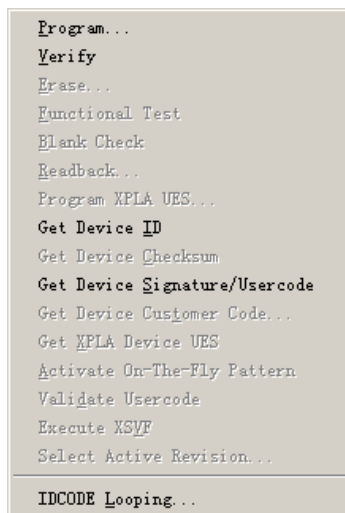

图7-10 【Operations】菜单
- 操作 (Operations) 菜单在 iMPACT 的不同模式下有不同的命令，在配置模式下，【Operations】菜单包含了下载配置文件 (Program)、验证 (Verify)、擦除 (Erase)、功能测试 (Functional Test)、空白检查 (Blank Check)、回读 (Readback)、下载用户电子签名 (Program XPLA UES)、读取器件识别码 (Get Device ID)、计算校验和 (Get Device Checksum)、读取签名和用户码 (Get Device Signature/Usercode)、读取用户电子签名 (Get XPLA device UES)、激活 On-The-Fly 模式 (Activate On-The-Fly pattern)、验证用户码 (Validate Usercode)、循环读取器件识别码 (IDCODE Looping) 等命令，如图 7-10 所示。在文件模式下，【Operations】菜单包括了生成文件 (Generate File)、拷贝至 Compact Flash (Copy to Compact Flash)、Compact Flash 完整性检查 (Compact Flash Integrity Check) 等命令，其中后两个命令用于 System ACE。